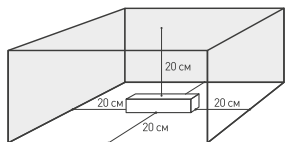
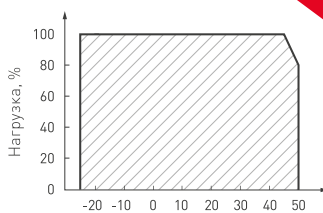

Рис. 1. Свободное пространство вокруг источника
Рис. 2. Максимальная допустимая нагрузка, % от мощности источника
- 4.3. Для естественной вентиляции обеспечьте свободное пространство вокруг источника питания не менее 20 см, как изображено на рис. 1. При невозможности обеспечить свободное пространство используйте принудительную вентиляцию. В случае установки в ограниченном пространстве (например, лайтбокс или профиль) предусмотрите обеспечение требуемого температурного режима источника питания согласно рис. 2.
- 4.4. Не нагружайте источник питания более 80% от его максимальной мощности. Учитывайте, что с повышением температуры окружающей среды максимальная мощность источника питания снижается, см. график зависимости на рис. 2.